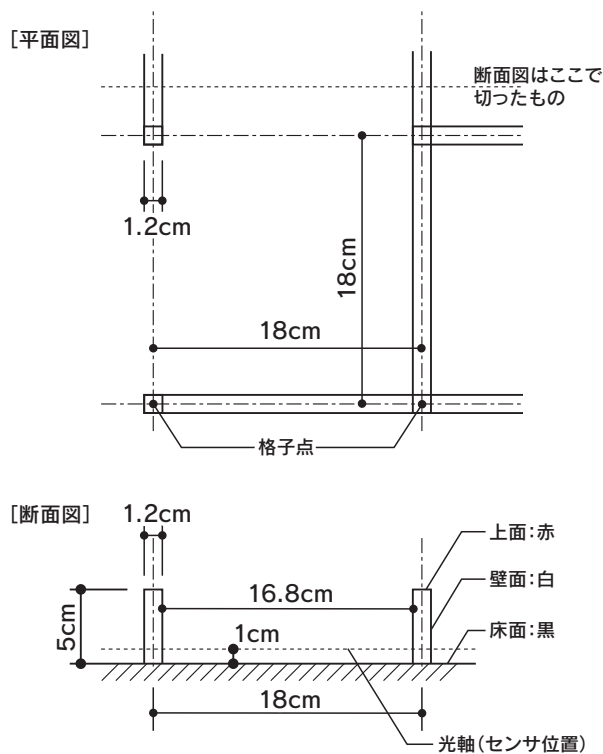

図 1：迷路の構造
- 2-2 迷路は 18 cm× 18 cmの単位区画から構成され、全体の大きさは 16 × 16 区画とする。区画の壁の高さは 5 cm、厚さは 1.2 cmとする。(図 1 参照)
- 2-4 各单位区画の四隅にある 1.2 cm× 1.2 cmの小正方形部分を格子点と呼ぶ。終点の中央を除いたすべての格子点には少なくとも1つの壁が接している。また、迷路全体の外周の壁は全て存在する。(図 1 参照)
(図 1 参照)。